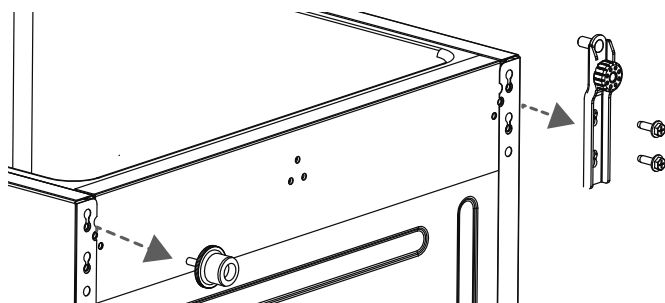

Abb. 4
- ▶ Schrauben Sie das untere Scharnier samt Stellfuß (3) ab (siehe **Abb. 4**).